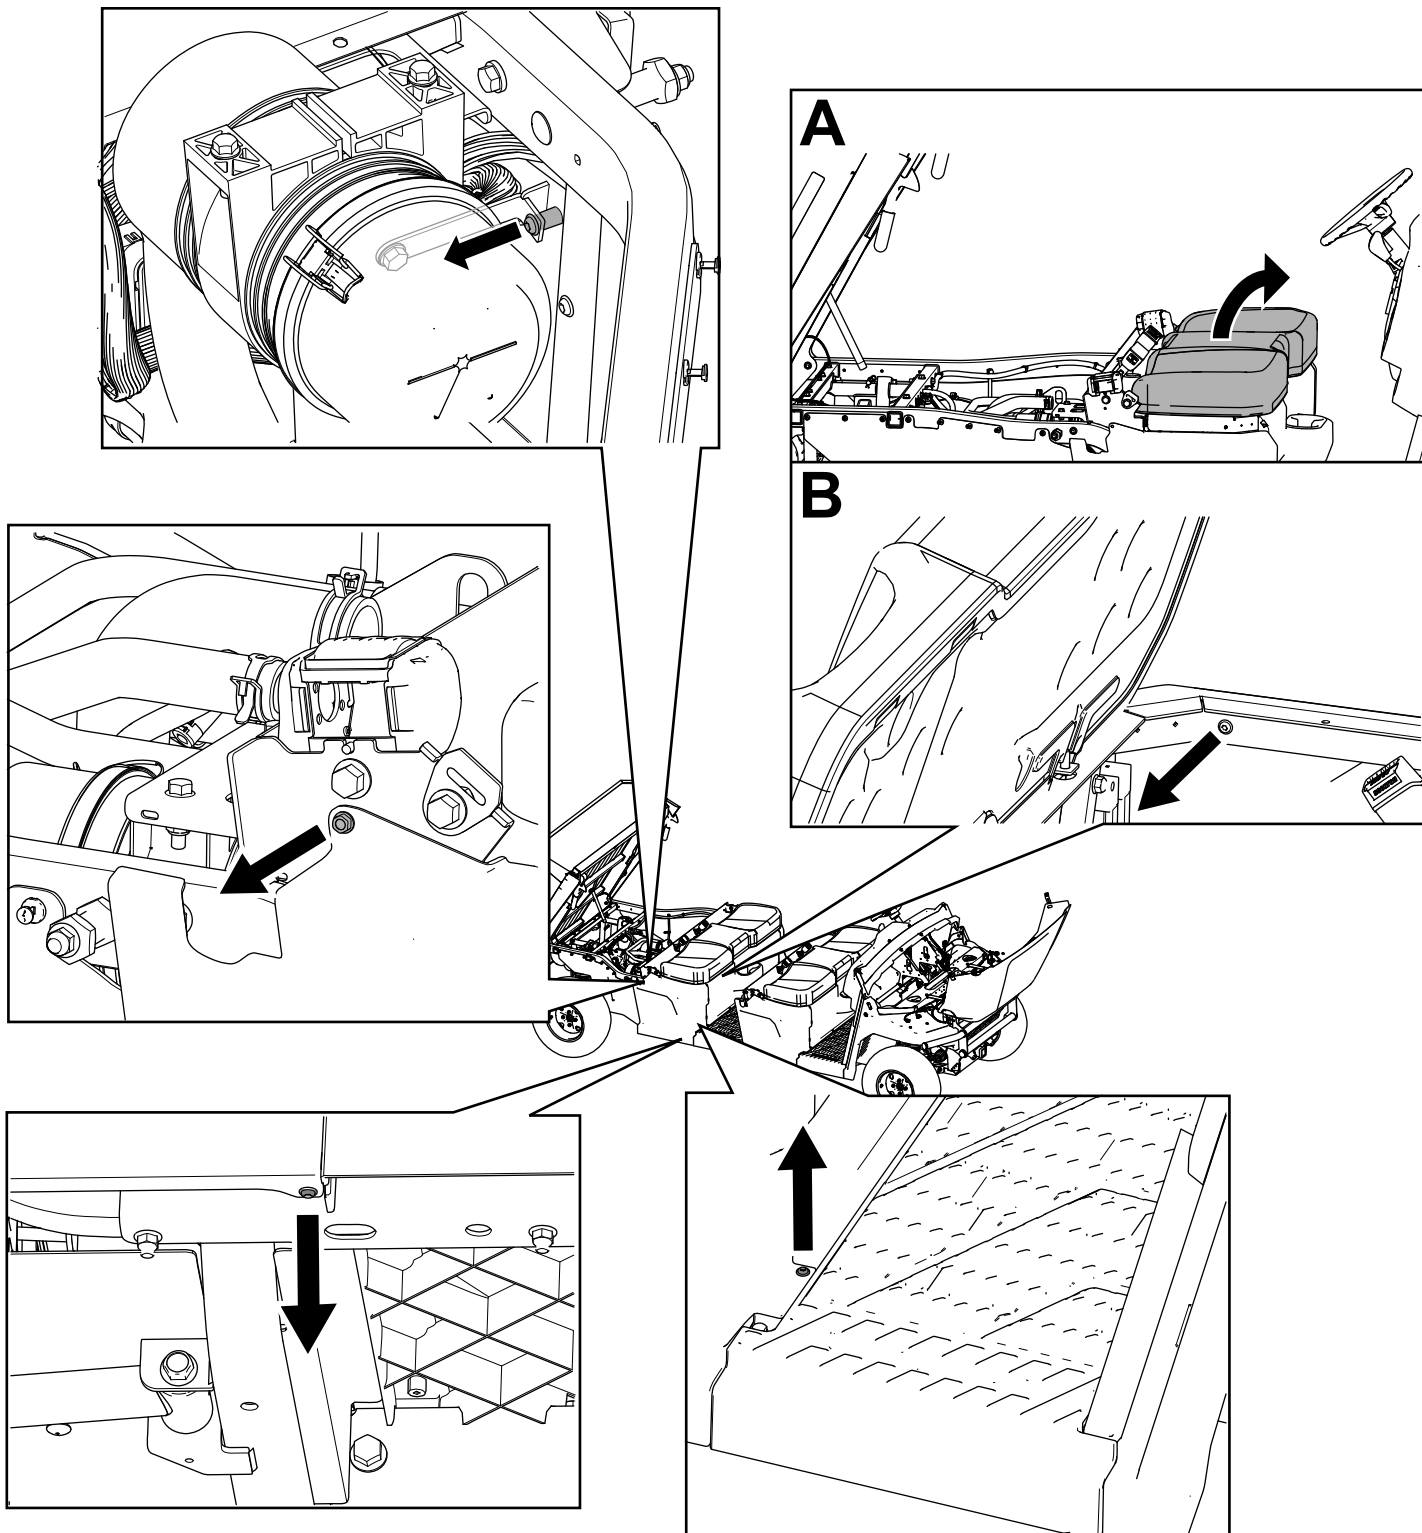

Bild 38
3. Entfernen Sie die Sechskant-Scheibenkopfschrauben ($\frac{1}{4}'' \times \frac{3}{4}''$) sowie die T30-Torx-Schrauben von den beiden rechten und linken Sitzunterteilplatten (**Bild 38**).